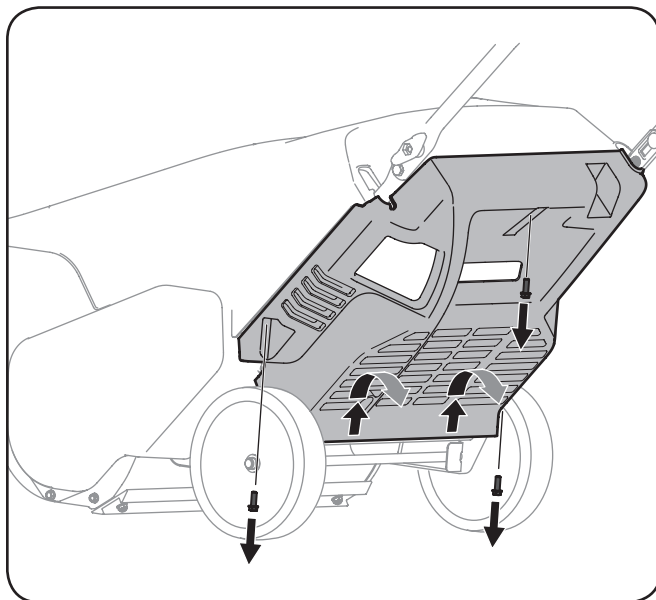

Figura 6-3
2. Extraiga los tres tornillos que sujetan el panel inferior. Extraiga el panel inferior levantándolo para liberar las lengüetas que están en la base del panel de las ranuras para lengüetas y luego tire hacia atrás. Vea la Figura 6-3.